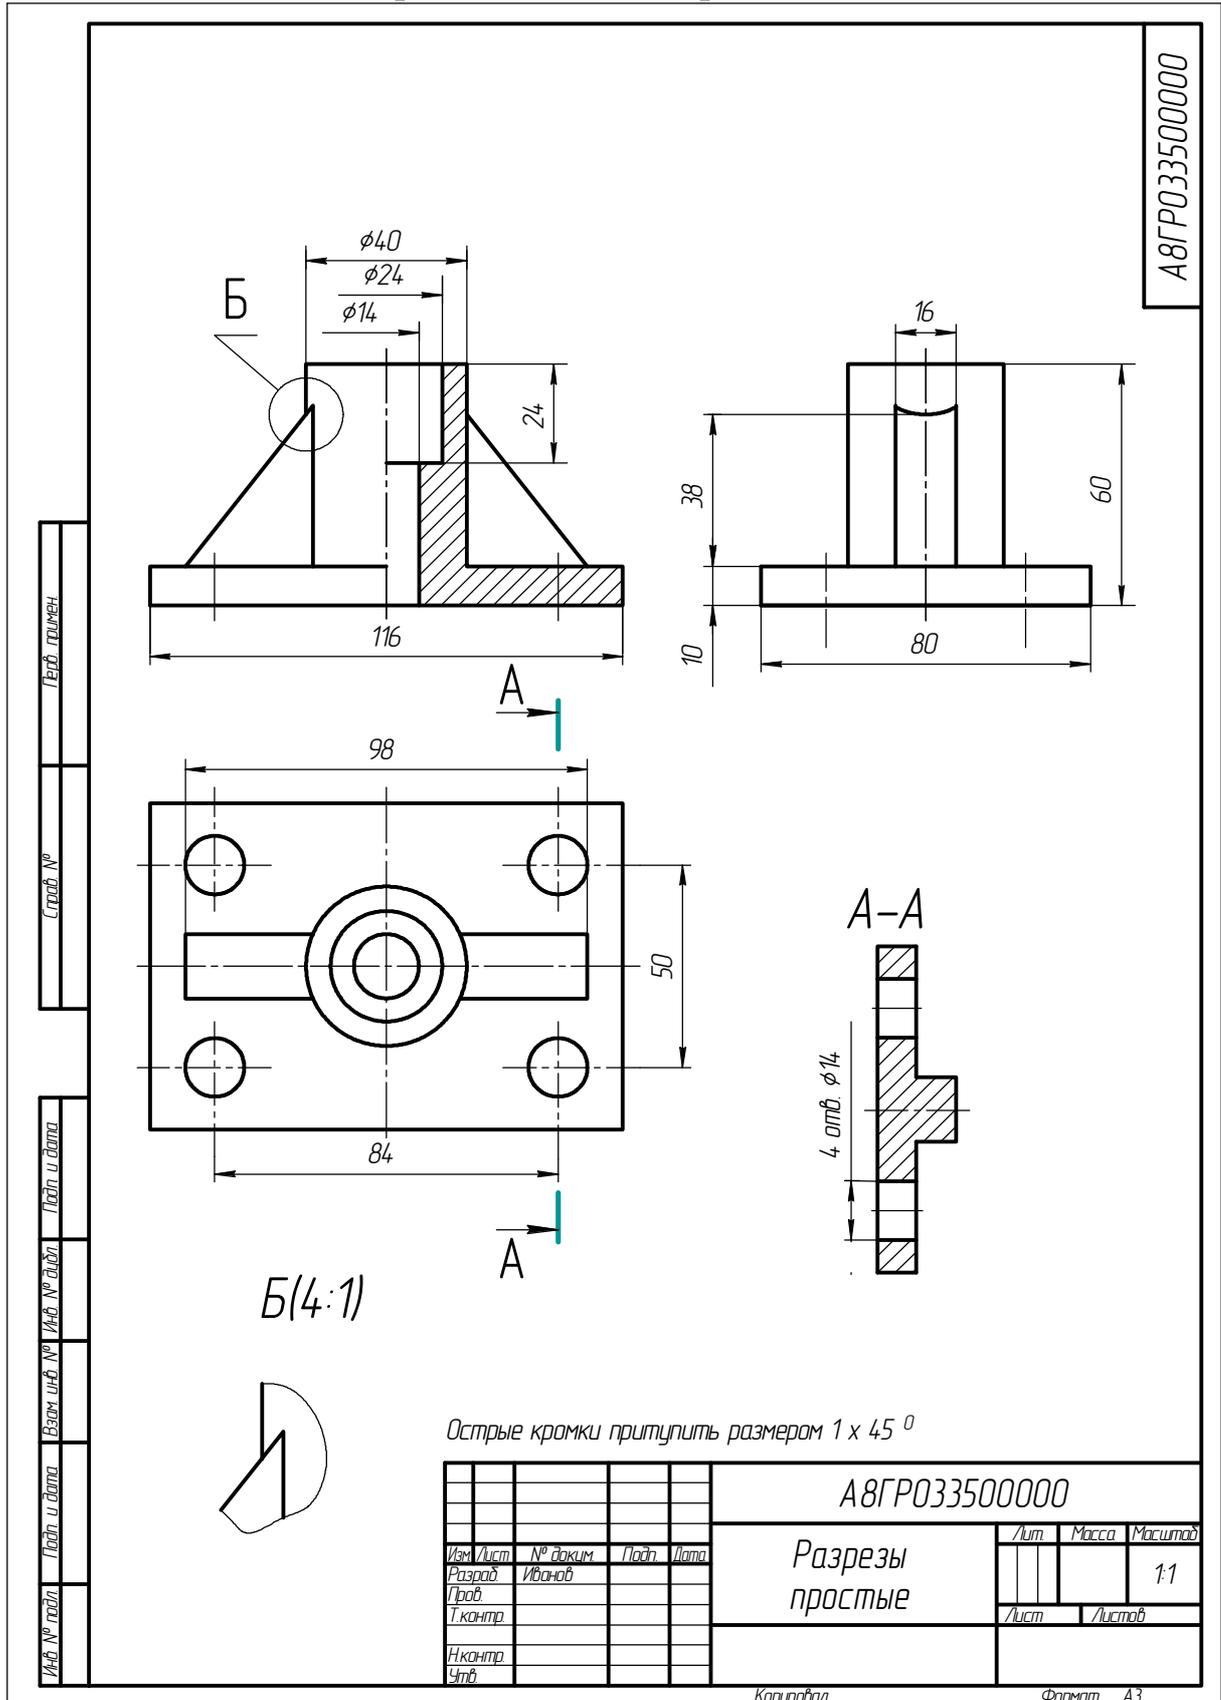

Рис. 3.22. Пример выполнения задания «Разрезы»
9. Нанести размеры детали на чертеже. Заполнить основную надпись. Окончательный вид чертежа показан на рис. 3.22.